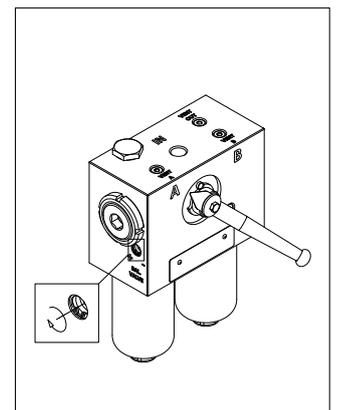

fig. 17
- (Fig. 17) Chiudere la valvola di bilanciamento avvitandola verso il segno "+".